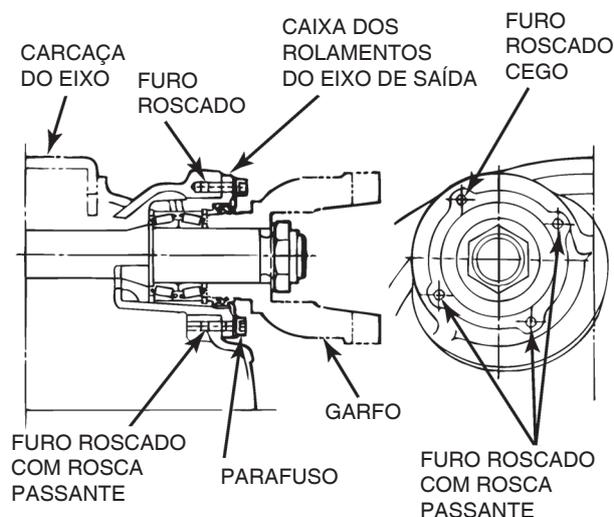

Figura 5.110
9. Aplique um filete de 6 mm (0.25") de comprimento de selante Loctite 518 no interior dos furos roscados localizados nas posições de duas, cinco e oito horas. Figura 5.110.